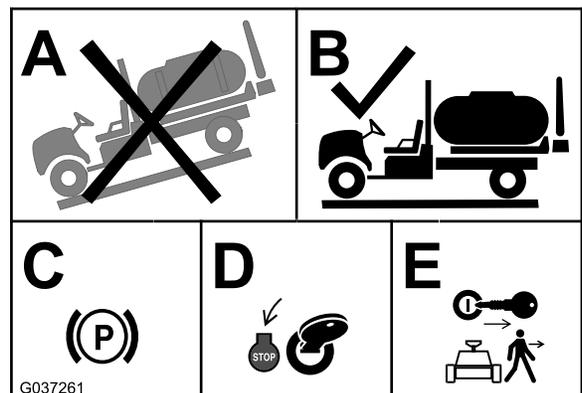

图1
1. 将机器移到水平地面上 (图1 中的 A 和 B)。
2. 设定手刹 (图1 中的 C)。
3. 关闭发动机 (图1 中的 D)。
4. 从点火开关上拔下钥匙 (图1 中的 E)。